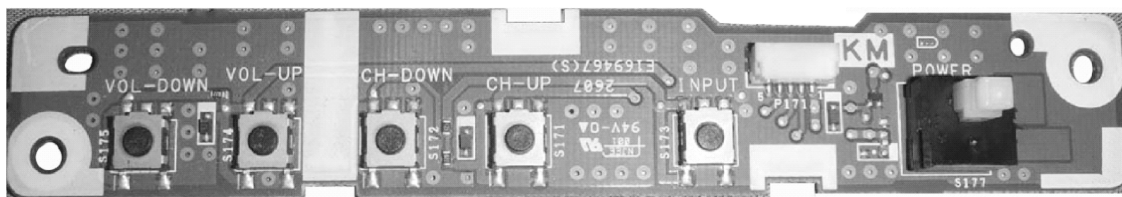

图 4-14 按键板
5) 按键板是为液晶电视实现开关机、菜单调整 (如亮度、对比度、颜色、图像位置等) 等功能而设置的。图 4-14 所示为夏普 LCD-46BK7 型液晶电视所用的按键板实物图。